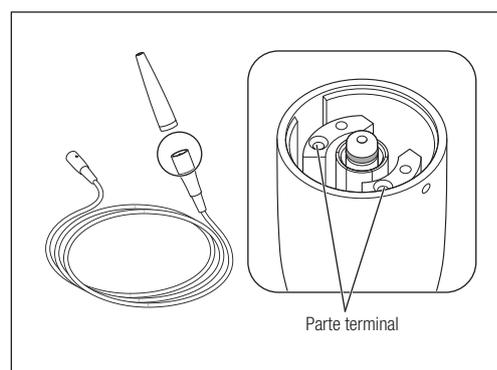

Fig. 37
- Não utilize um objecto pontiagudo nem pressione a parte terminal ao limpar a ficha do cabo da peça de mão. Caso contrário, pode causar danos, resultando em falha de contacto (Fig. 37).